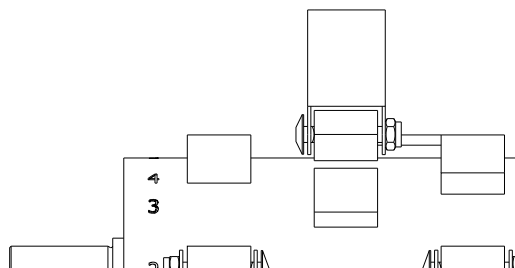

Fig.15
**Pour le bon positionnement des colliers et des lames, voir la fig. 15.